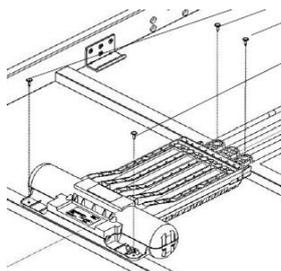

Abb. 1 / Fig1
- Lösen Sie die 4 Schrauben mit denen der Motor an den Lattenroststreben angeschraubt ist, wie gezeigt (Abb.1). / *Desserter les 4 vis à l'aide desquelles le moteur est vissé sur les montants du caisson de sommier à lattes comme indiqué (fig.1).*